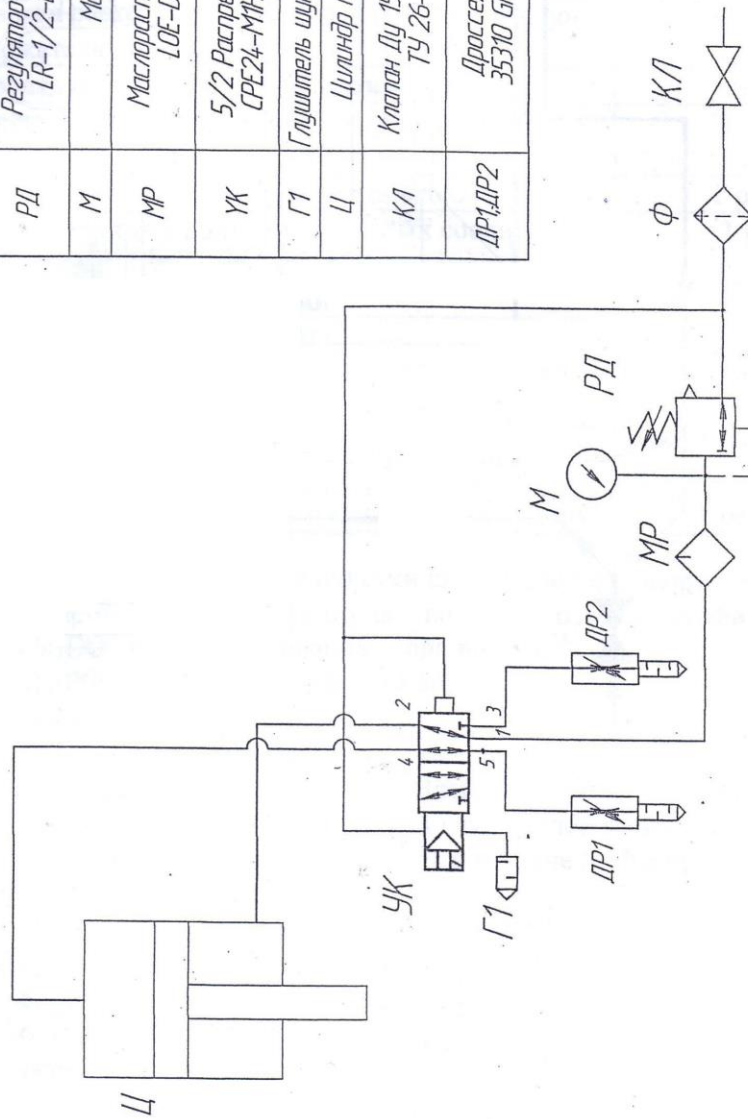

Рис. 3 Схема пневматическая принципиальная.
- Рис. 3. Схема пневматическая принципиальная